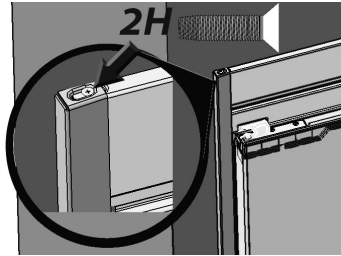

Fig. 14
10. a. Coloque las molduras laterales en su lugar dejándolas caer sobre el tornillo de colocación como se muestra en la Fig. 9 y ajustando sobre la moldura superior (Fig. 14).
- b. Ajuste un tornillo 2H a cada lado de la moldura superior (Fig. 14).